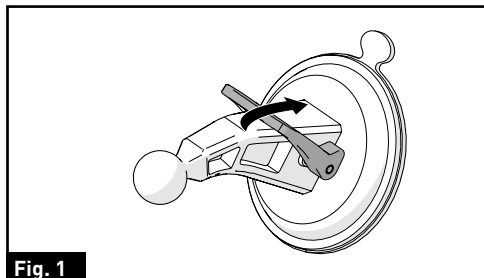

Fig. 1
3. Positionnez soigneusement la ventouse sur le pare-brise et faites pivoter le bras de verrouillage vers le bas pour la fixer solidement. (Fig. 1)